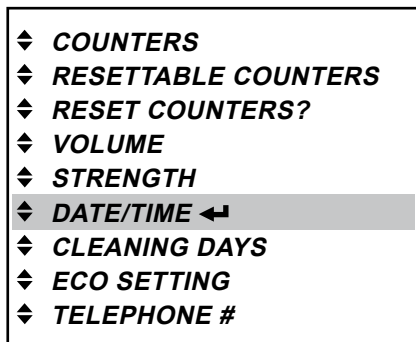

Рис. 59
1. Нажать кнопку ввода , чтобы вызвать меню «DATE / TIME» («DATA / ВРЕМЯ»). (Рис. 59)